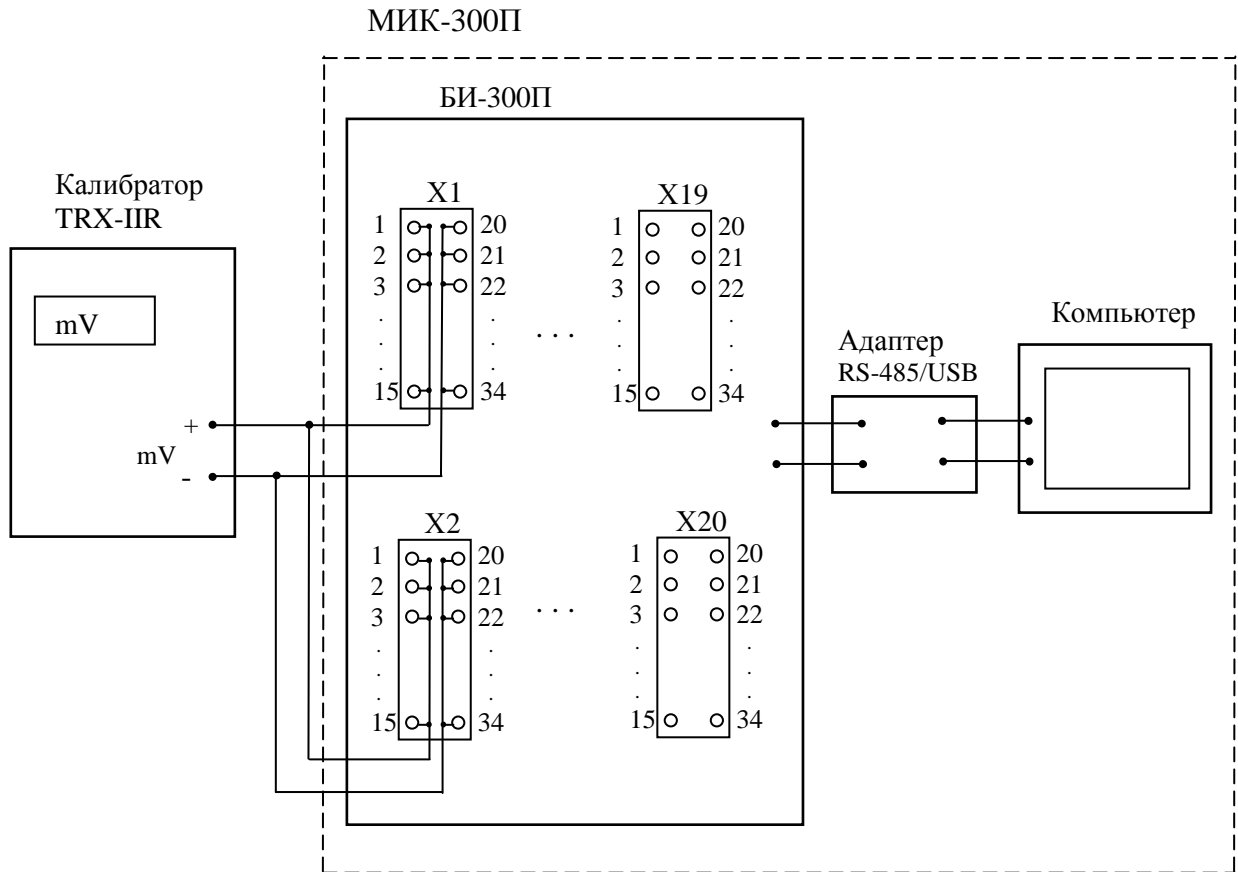

Рис. 1. Схема для определения основной приведённой погрешности преобразования
Отключив предварительно в «Программе регистрации данных МИК-300П» (таблица настроек, копия экрана №1 Приложения Г) компенсацию холодного спая, собирают схему, изображённую на рис.1, соблюдая полярность подключения калибратора и каналов измерения БИ-300П. При этом выходной сигнал калибратора подаётся одновременно на 15 (30) входов первого модуля блока БИ-300П, для чего используются ответные части разъёмов X1 и X2, в которых запараллелены контакты с 1 по 15 (подключаются к плюсовой клемме выхода калибратора) и с 20 по 34 (подключаются к минусовой клемме выхода калибратора).